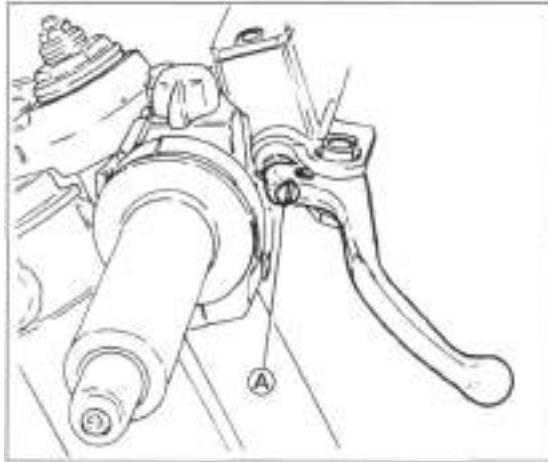

Bild 48
- Dazu Schraube A (Bild 48) ein- oder ausdrehen, bis Leerweg innerhalb der Toleranz liegt.